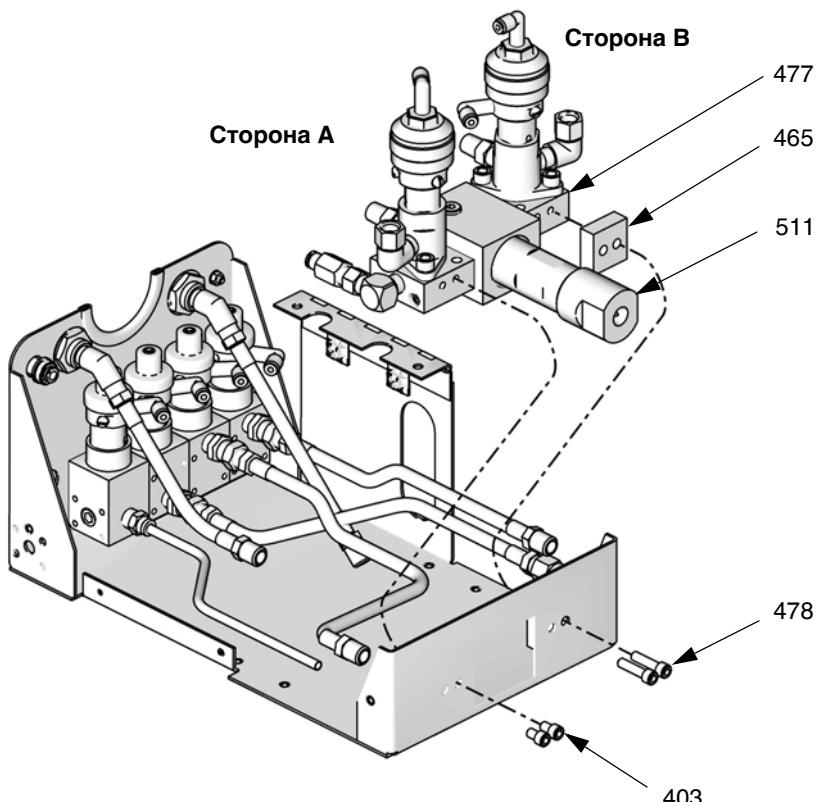

Рис. 34. Коллектор RoboMix
- Отсоедините все линии подачи воздуха от коллектора RoboMix (477).
- Отвинтите гибкий смеситель (474) от крышки интегратора (511).
- Извлеките винты (403, 478) и распорную деталь (465, на стороне В). Извлеките блок коллектора (477) из жидкостной станции RoboMix. Рис. 34.